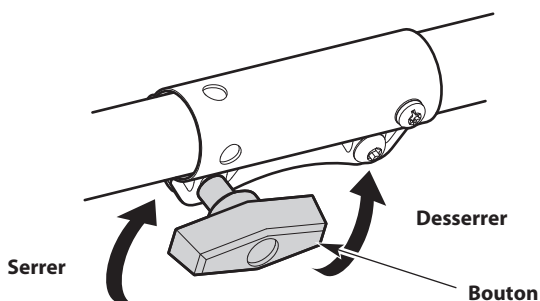

Fig. 1
3. Tournez le bouton dans le sens contraire des aiguilles d'une montre pour desserrer le coupleur (Fig. 1).
5. Tournez le bouton dans le sens contraire des aiguilles d'une montre pour serrer le coupleur (Fig. 1).
2. Tournez le bouton dans le sens contraire des aiguilles d'une montre pour desserrer le coupleur (Fig. 1).